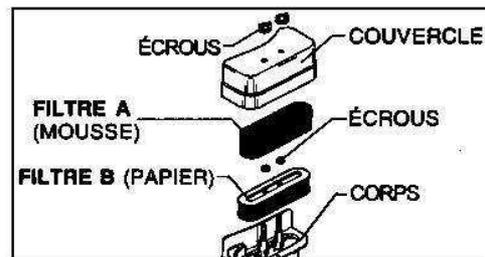

FIGURE 4
B. ENTRETIEN DU FILTRE (Figure 4):
- Nettoyer et relubrifier tous les trois (3) mois ou toutes les 25 heures de fonctionnement. Nettoyer et relubrifier tous les jours si le moteur est utilisé dans un environnement extrêmement poussiéreux.